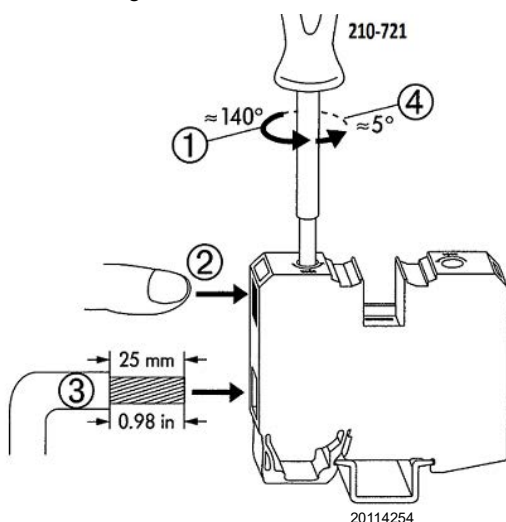

Fig. 27
Ouverture de la borne type «A» (Fig. 27)
- Insérer le câble précédemment dénudé, tourner légèrement le tournevis et l'extraire. Veiller à ce que le câble soit fixé correctement Fig. 27.